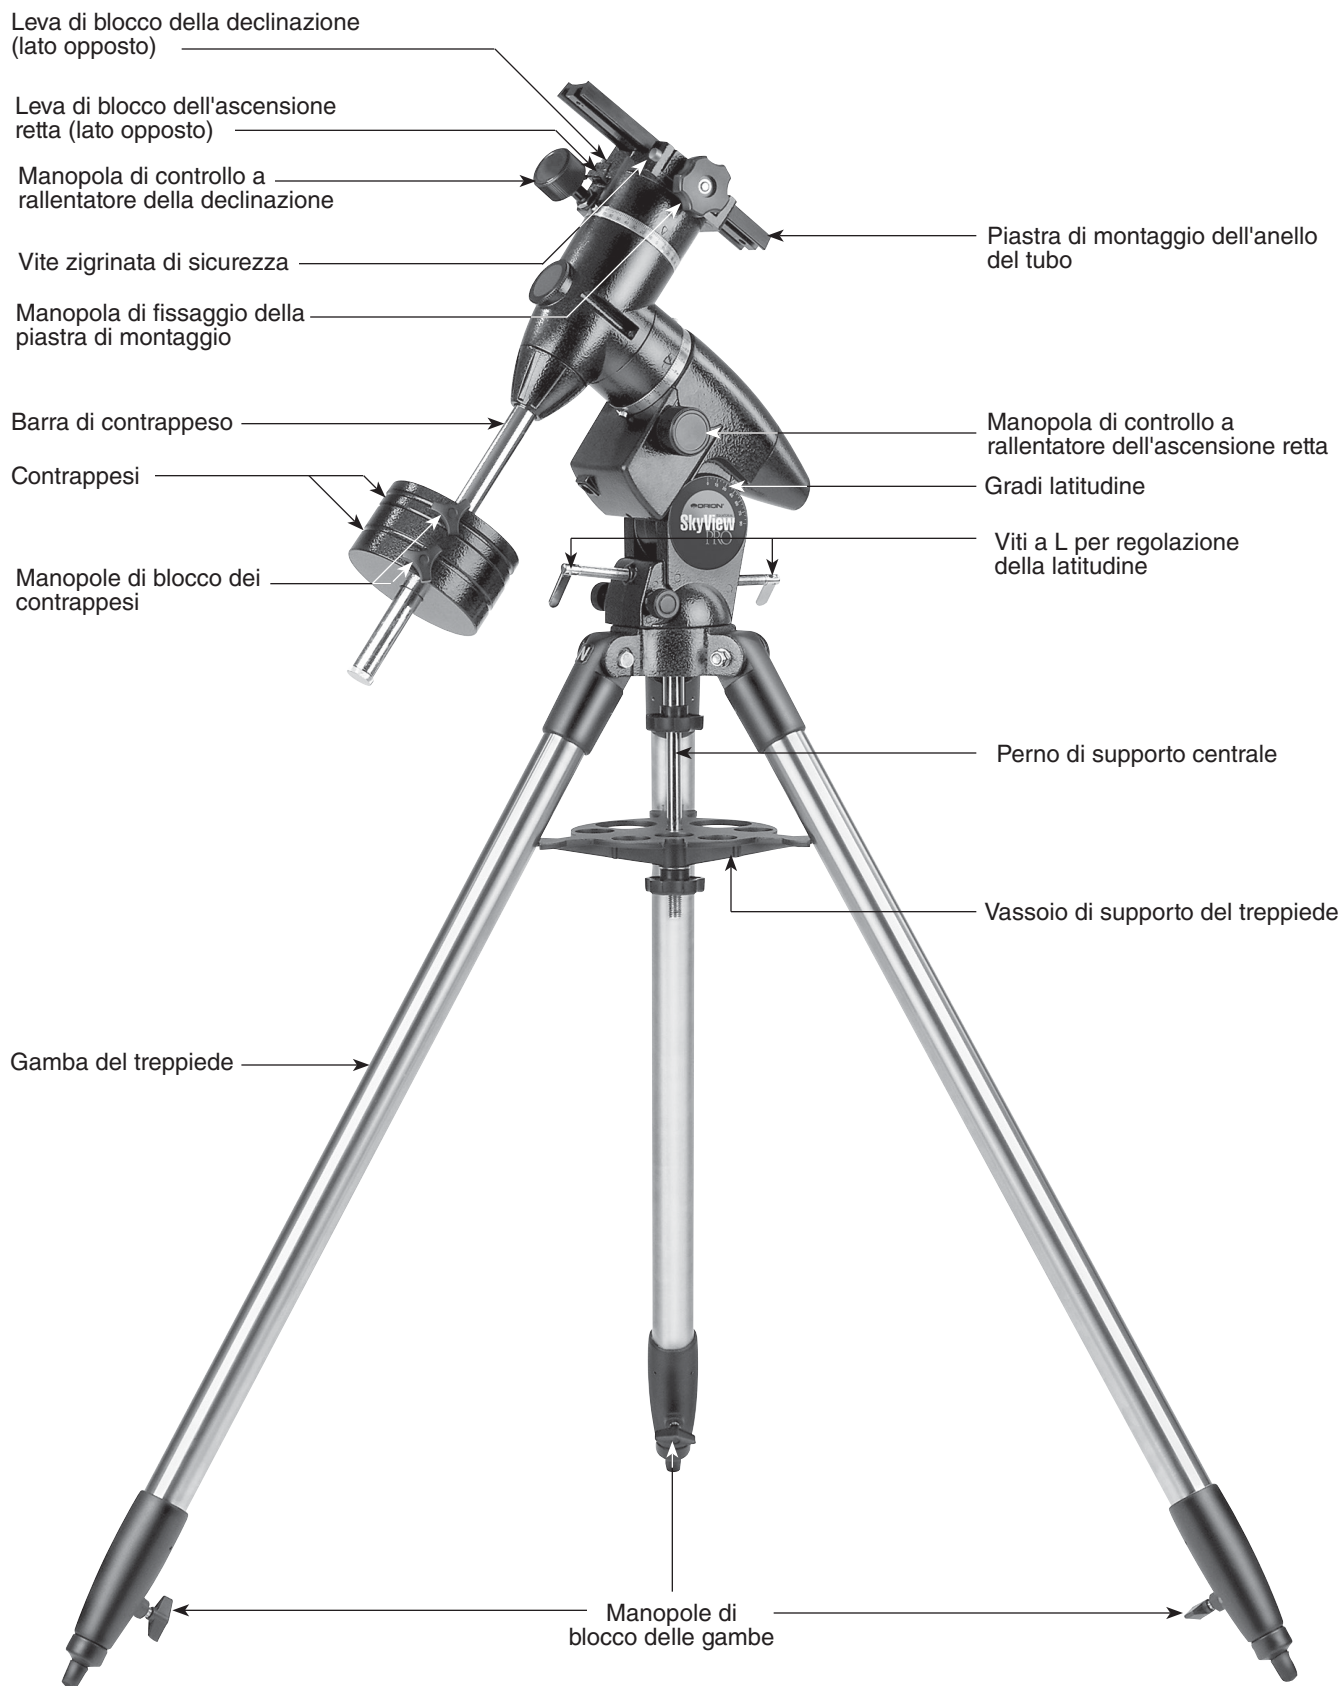

Figura 1. Montatura SkyView Pro EQ.
4. Infilare la vite a L per la regolazione della latitudine nella parte posteriore della montatura equatoriale come mostrato in **Figura 1**.
La montatura SkyView Pro EQ è ora completamente assemblata e dovrebbe apparire come in **Figura 1**.